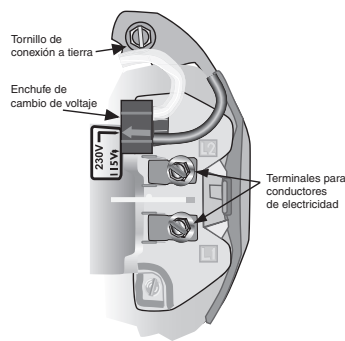

Figura 6 – Voltaje configurado a 230 voltios, tipo enchufe.
1. Conecte la tierra primero. Conecte el cable a tierra primero, luego al terminal verde de conexión a tierra que se encuentra debajo de la cubierta del motor (ver Figura 6) identificada como GRD. Haga la conexión a tierra a este terminal. No conecte el motor al suministro de alimentación eléctrica hasta que la unidad esté conectada a tierra de forma permanente; si no, se puede producir peligro de descarga eléctrica grave o fatal.